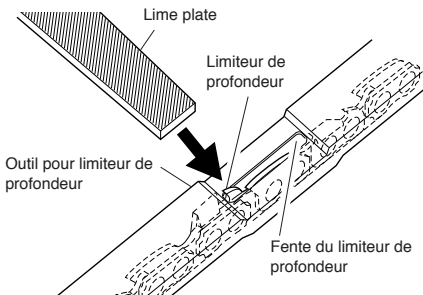

Figure 22 - Position de l'outil pour limiteur de profondeur sur la chaîne
1. Placer l'outil pour limiteur de profondeur fermement par-dessus 2 taillants. S'assurer que le limiteur de profondeur entre dans la fente de l'outil. (Voir la Figure 22.)